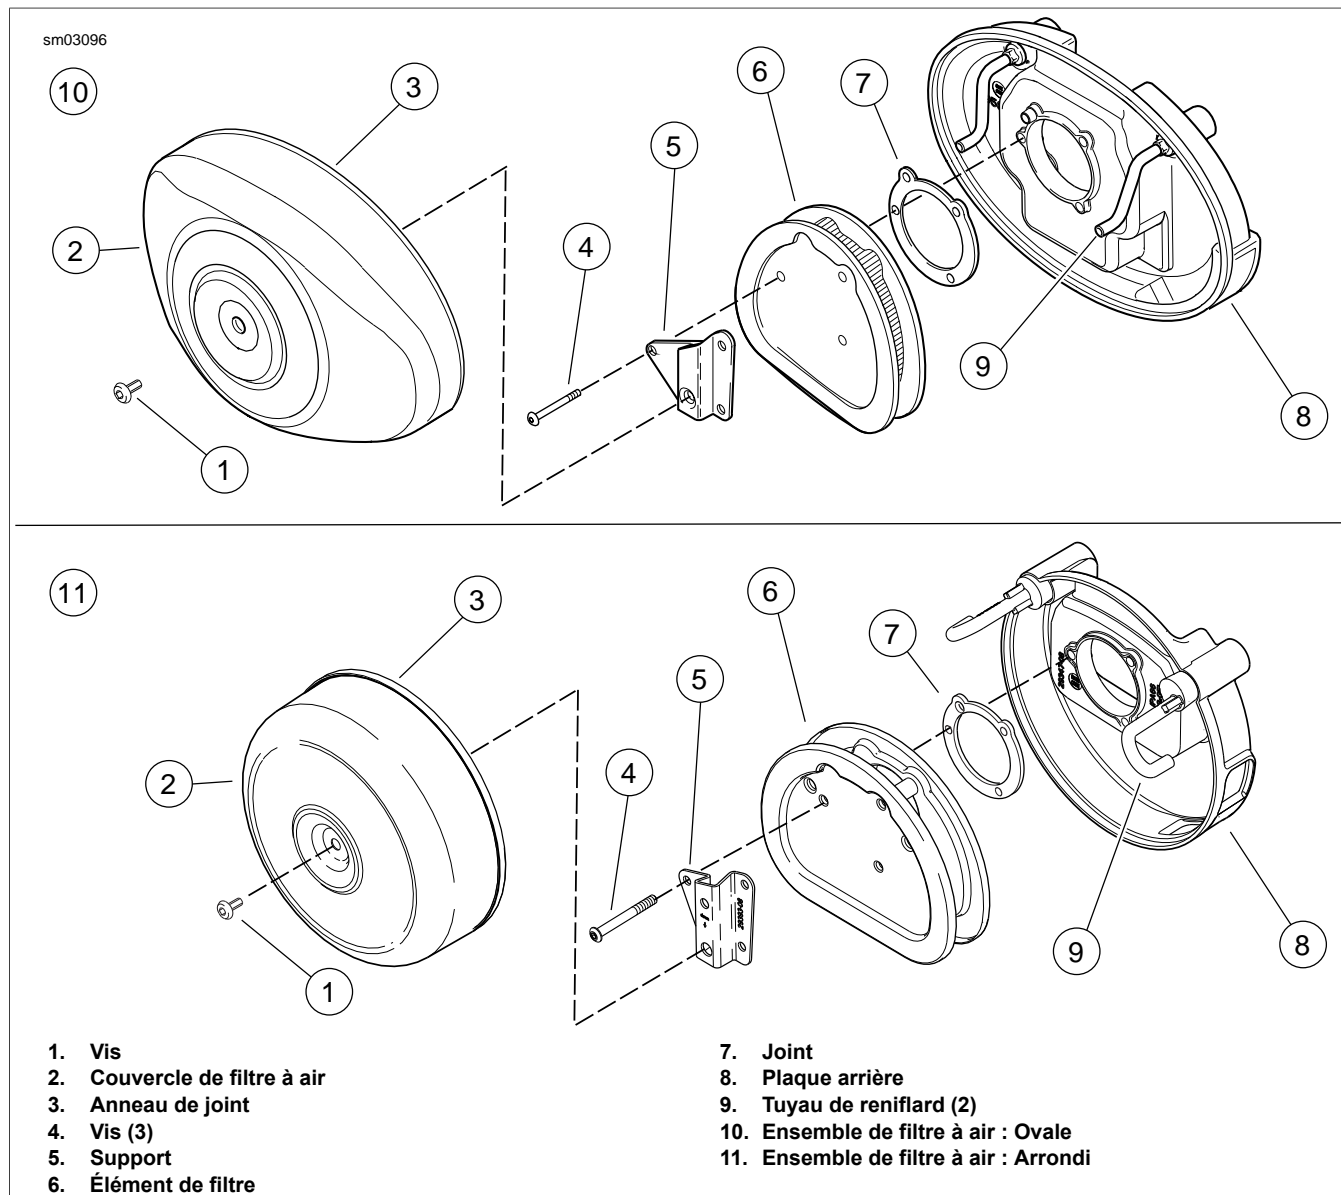

Figure 1-6. Ensemble de filtre à air
1. Voir Figure 1-6. Retirer la vis (1) et le couvercle de filtre à air (2).
2. Retirer les trois vis (4) et le support (5) de l'élément de filtre à air (6).
3. Tirer doucement les deux tuyaux de reniflard (9) en caoutchouc de l'élément. Enlever l'élément de filtre à air (6) et le joint (7).
- Voir Figure 1-6. Installer l'élément de filtre à air et le support.
- Utiliser trois vis (4) pour fixer le support et l'élément de filtre. Serrer à un couple de 4,5 à 6,8 N·m (40 à 60 lb·po).
- Installer le couvercle du filtre à air (2).
- Enduire les filets des vis du couvercle du filtre à air (1) d'une goutte de FREIN FILET ET PRODUIT D'ÉTANCHÉITÉ D'INTENSITÉ MOYENNE LOCTITE 243 (bleu).